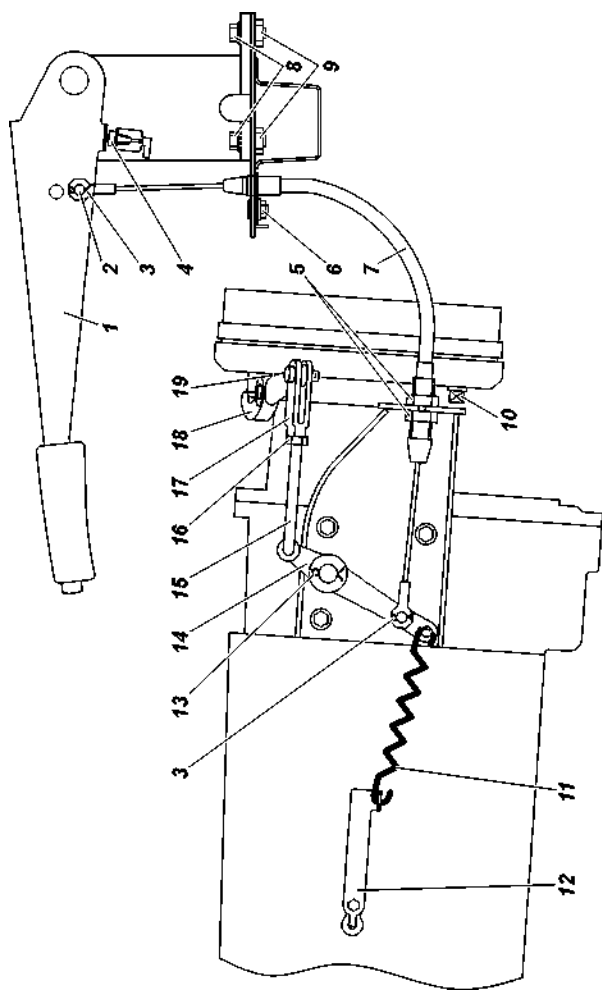

Рис. 9.27. Привод стояночного тормоза трансмиссионный:
Трансмиссионный стояночный тормоз, действующий на трансмиссию (рис. 9.27).
2. Переместите рычаг стояночного тормоза 1 (рис. 9.27) в крайнее нижнее положение.